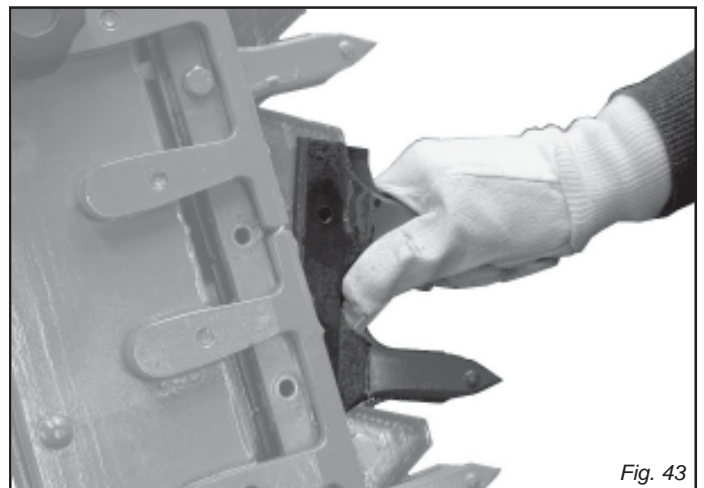

Fig. 43
- Retirer toutes les dents (Fig. 43).
- Enlever la dent (Fig. 43) et la remplacer par une nouvelle dent en la bloquant avec les vis. Pour cette opération, il faut utiliser une clef dynamométrique et respecter la valeur de 30 Nm.